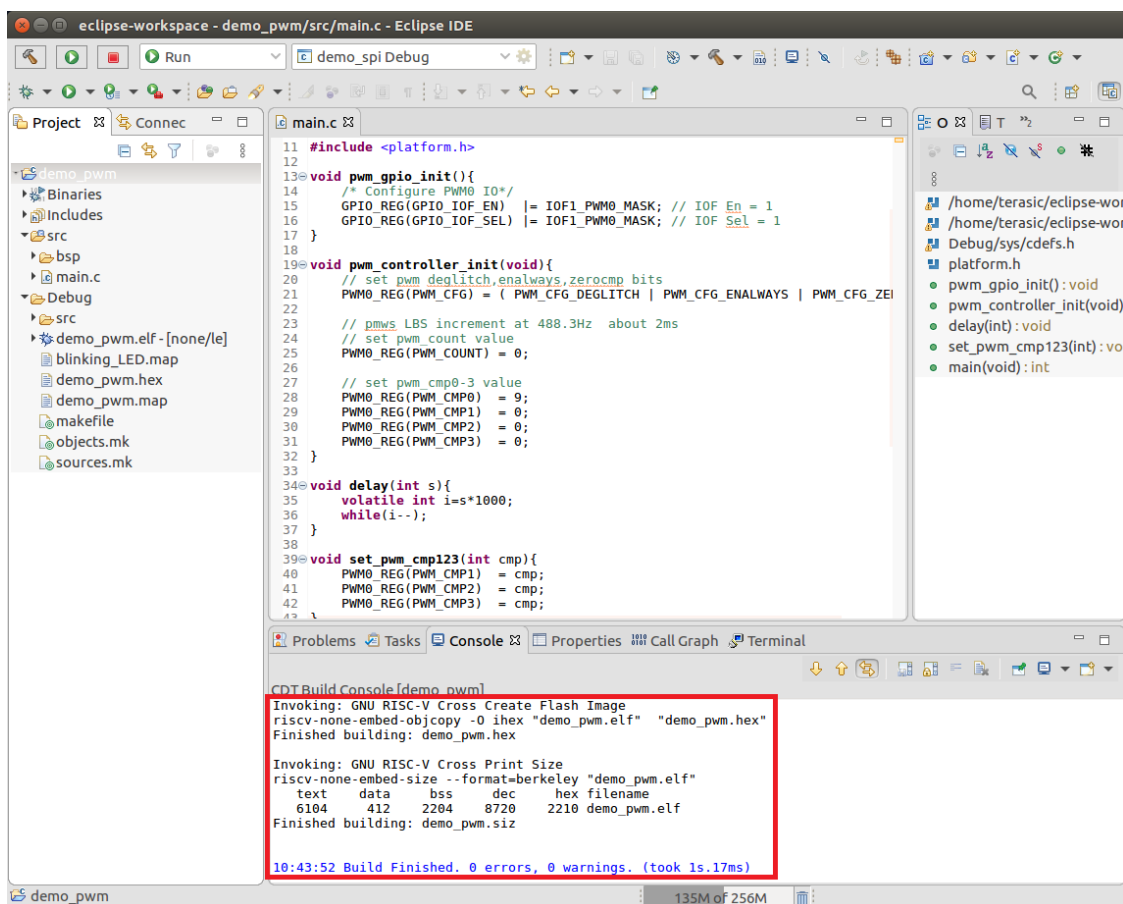

图4.2.13 编译成功
- 选中 demo\_pwm 工程，右键点击 Clean Project；再次选中 demo\_pwm 工程，右键点击 Build Project，若 demo\_pwm 工程参照之前的步骤设置正确，则在这一步会编译成功，如图 4.2.13 所示。需要右键点击 Refresh 在 Debug 下拉项中看到生成的 .elf 文件。